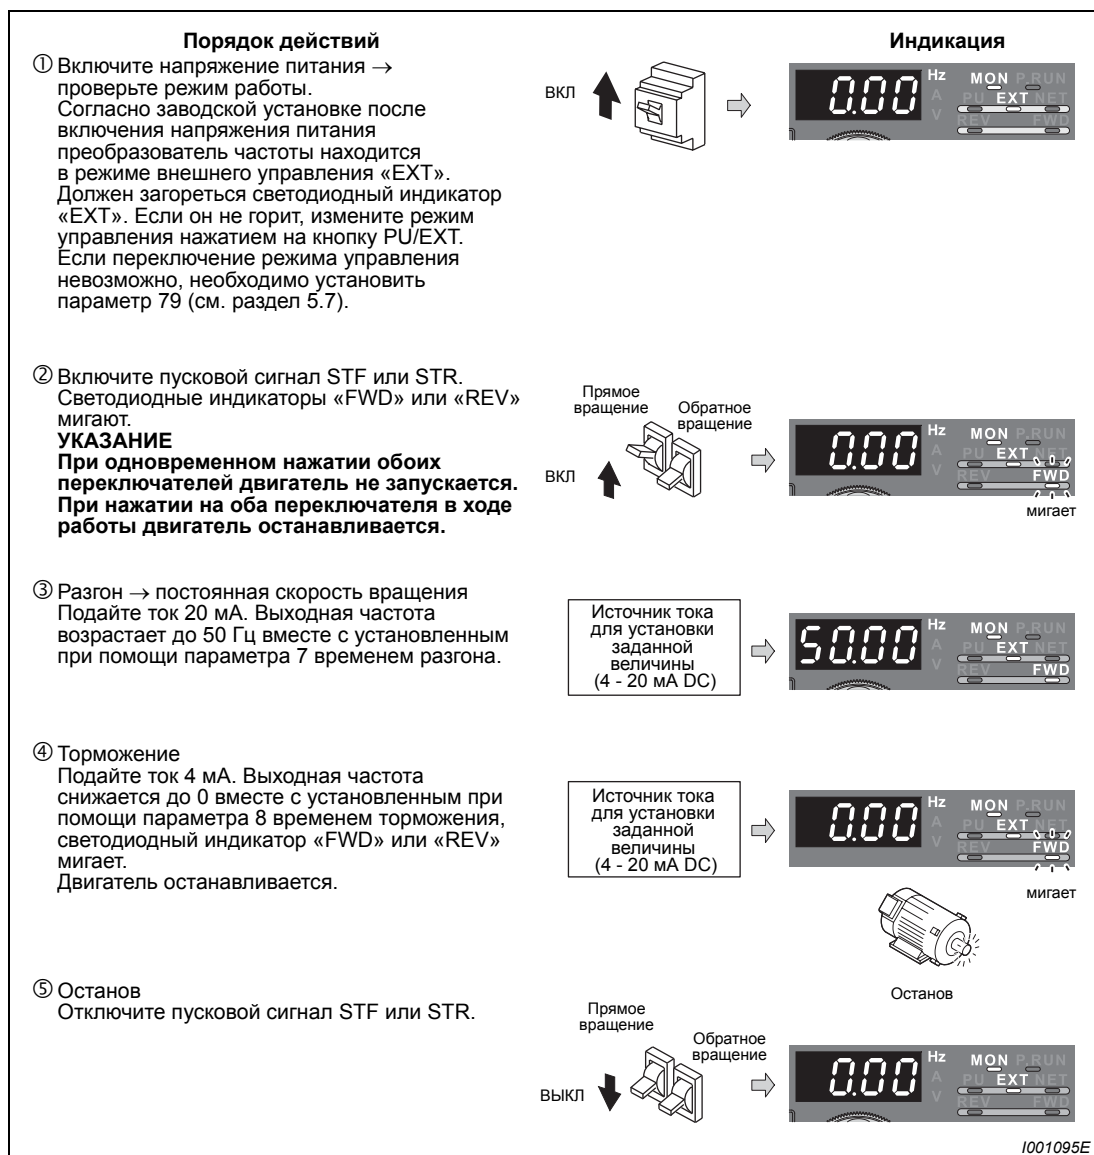

Рис. 4-27: Работа преобразователя частоты при аналоговой установке заданной величины тока
| ⑥ Включите пусковой сигнал STF или STR и подайте ток 20 мА(см. рис. 4-27, шаги ②–⑤). | |